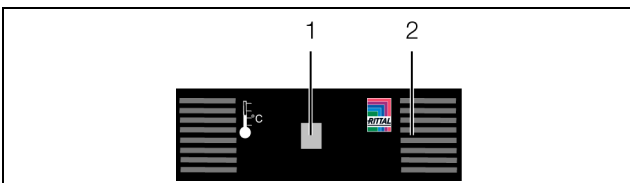

Abb. 7: Frontseite des Temperatursensors
- Stecken Sie ggf. den externen Temperaturfühler vorne am Anschluss des Temperaturfühlers an (Abb. 7, Pos. 1).